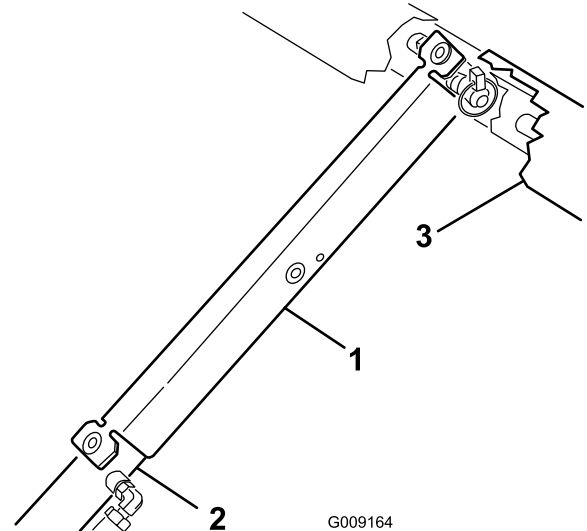

図 2
1. シリンダロッドに取り付けていたサポートを外す 図 2 「キットの取り付け準備を行う」 を参照。